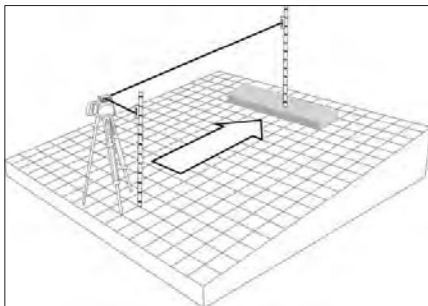

Abb. 15 PlaneMatch-Einrichtung
- 1.) Stellen Sie den Laser über dem ersten Referenzpunkt auf (siehe Abb. 15).
- 2.) Befestigen Sie den HL760 / CR700 Empfänger an einer Nivellierlatte. Stellen Sie die Stange neben den Laser und justieren Sie die Höhe des Empfängers neben dem Laser, bis der Laserempfänger auf der Höhe ist. Der Empfänger befindet sich nun in der gleichen Höhe wie der Laserstrahl (=Höhe des Instruments HI) (siehe Abb. 15).
- 3.) Ohne die Höhe des Empfängers auf der Stange zu verändern, positionieren Sie die Stange am zweiten Referenzpunkt, der auf die Vorderseite des Empfängers in Richtung des Lasers zeigt (siehe Abb. 15).